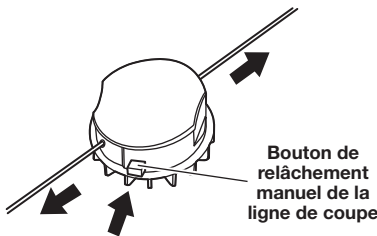

Fig. 14
- Appuyez sur et relâchez le bouton de relâchement manuel de la ligne de coupe tout en tirant délicatement sur les deux lignes de coupe jusqu'à ce qu'elles atteignent la lame de coupe de ligne de coupe (Fig. 14).